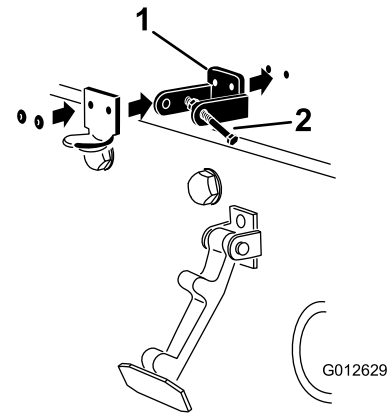

Bild 4
6. Nieten Sie die Halterungen und Scheiben an die Haube (Bild 4).
4. Fluchten Sie die Befestigungslöcher aus und positionieren Sie gleichzeitig die Halterung des CE-Riegels und des Motorhaubenriegels auf der Motorhaube (Bild 4).